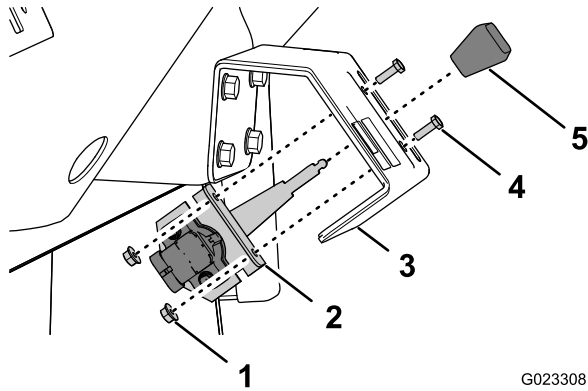

Figura 19
1. Retire la empuñadura (en caso de estar instalado) de la palanca del acelerador de mano (Figura 19).
2. Alinee el acelerador de mano de palanca con la ranura del soporte del acelerador de mano y alinee los orificios del soporte de montaje acoplado al acelerador de mano al soporte del acelerador de mano (Figura 19).
3. Sujete el acelerador de mano al soporte del acelerador de mano con los 2 pernos (10–32 x 5/8) y las 2 tuercas (Figura 19).